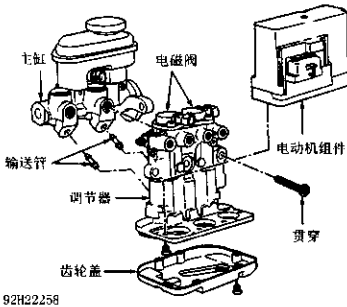

图 4-7 防抱死制动系统调节器/电动机组件及主缸总成零部件识别
2) 卸下将电动机组件固定在防抱死制动系统调节器上的 4 个扭力头螺钉。卸下电动机组件 (图 4-7)。不要使电动机组件摔落在地面上。如果电动机组件被摔落在地面上, 请更换。
3) 卸下 2 个防抱死制动系统调节器 - 主缸贯穿螺栓和 O 形圈。从防抱死制动系统调节器上分开主缸。从主缸或防抱死制动系统调节器上卸下 2 根输送管和 O 形圈 (图 4-7)。如果防抱死制动系统调节器将被更换, 确认把齿轮安装在所更换的防抱死制动系统调节器的相同位置上, 参见 4 款。
1) 从汽车上卸下调节器/电动机组件总成, 参见 3 款或 6 款。将调节器/电动机组件总成颠倒放置。卸下将齿轮盖固定在调节器底部的 6 个扭力头螺钉 (图 4-7)。
2) 卸下将电动机组件固定在调节器上的 4 个螺钉 (图 4-7)。不要将电动机组件摔落到地面上。如果电动机组件被摔落到地面上, 电动机组件必须更换。在拆卸齿轮紧固螺母的过程中, 不要使齿轮旋转。调节器中的活塞可能撞击缸筒的顶部, 从而破坏活塞。